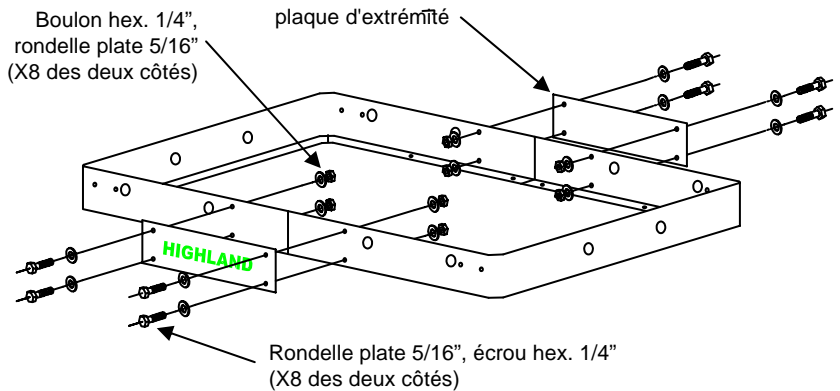

FIGURE 1.
- Alignez les deux moitiés du panier au sol, fixez chaque plaque sur l'extérieur du panier comme illustré à la figure 1 et posez sans trop serrer les boulons 1/4 (8) po, les rondelles plates 5/16 (16) po et les écrous hexagonaux 1/4 (8) po.